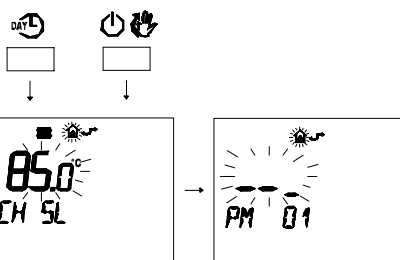

Figura 8.11
- Premere contemporaneamente i pulsanti e per entrare nella programmazione trasparente (Figura 8.11).